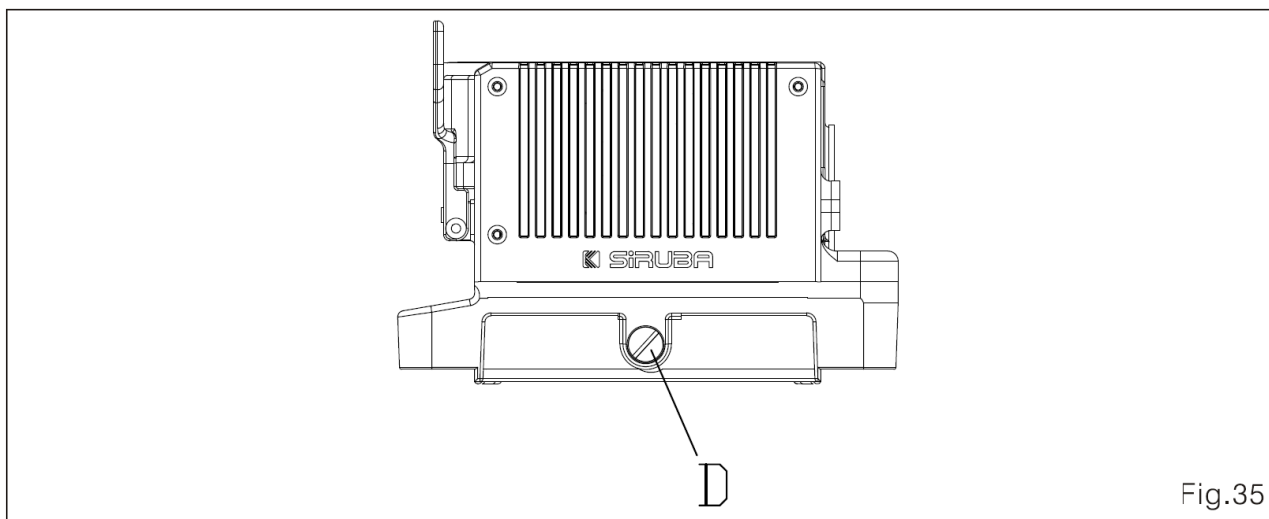

Fig.35
1. Solte o parafuso D para drenar todo o óleo do tanque e depois o fixe novamente. (Fig.35)